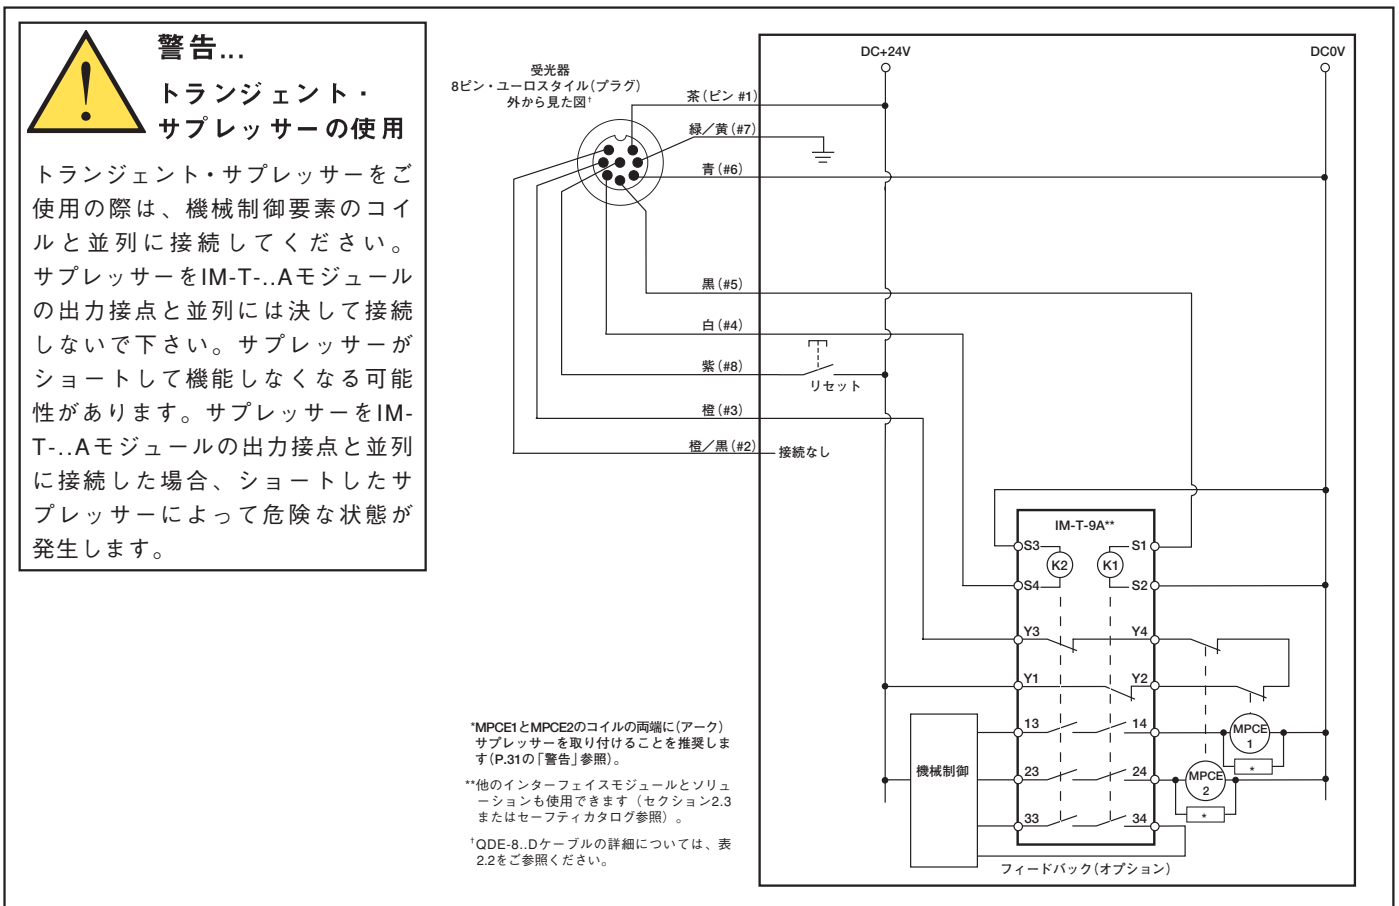

Fig.3-20 一般的な接続 — インターフェイス・モジュール(1ch EDM、マニュアルリセット)
- **1チャンネルモニタリング**は、EZスクリーン・システムにより制御される各装置から強制ガイド (機械的に接続) されるノーマルクローズのモニタ接点の直列接続です。モニタ接点は、OSSD出力がONしてから (入光状態) 200ms以内にオープンとなり、OSSD出力がOFFしてから (遮光状態) 200ms以内にクローズとならなければならず、そうならない場合はロックアウトとなります (自己診断、セクション5.1参照)。1チャンネルEDMの接続については、Fig. 3-20をご参照ください。モニタ接点をDC+24VとEDM1 (ピン3) の間に接続してください。EDM2 (ピン2) はオープン (接続なし) のままにしておいてください。セクション4.2の指示に従って、DIPスイッチを「E1」に設定します。